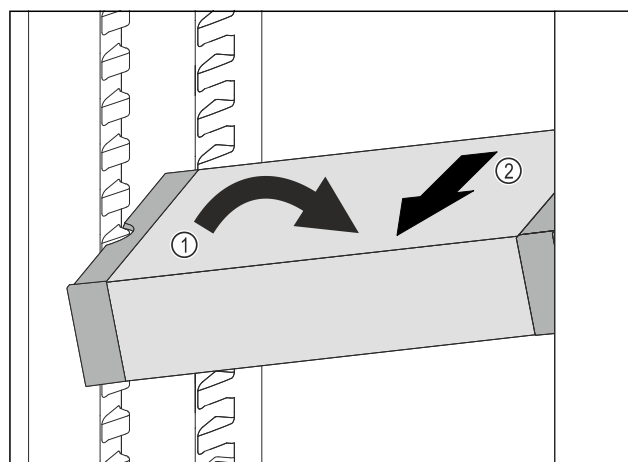

Fig. 138
- Seadke VarioSafe jahutusosas kaldu. Fig. 138 (1)
- Võtke VarioSafe ettepoole välja. Fig. 138 (2)